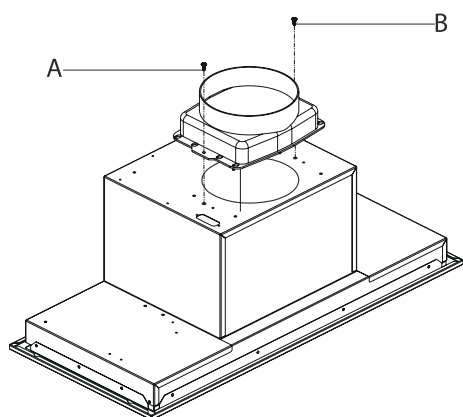

Fig. 13
3. ➔ Montér aftræksstuden på oven på emhætten med 2x 3,5x9,5 skruer(Fig. 13).